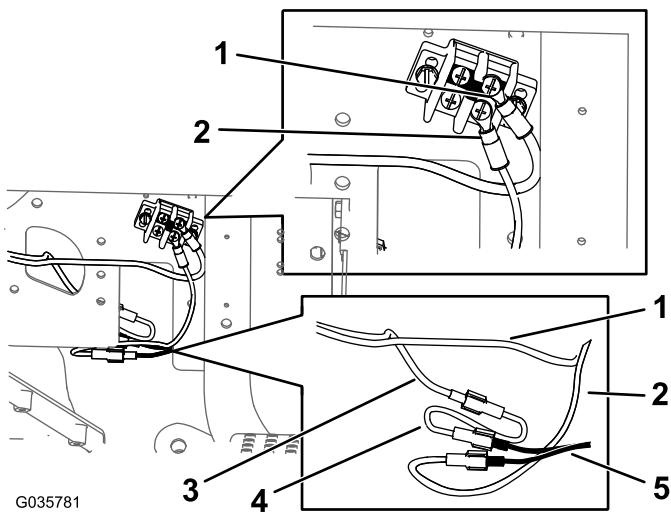

Figura 14
- Instale el terminal de anillo del arnés de cables y el arnés del adaptador a tierra al bloque de terminales a tierra (Figura 14).
- D. Conecte el arnés del adaptador de potencia al arnés de cables (Figura 14).